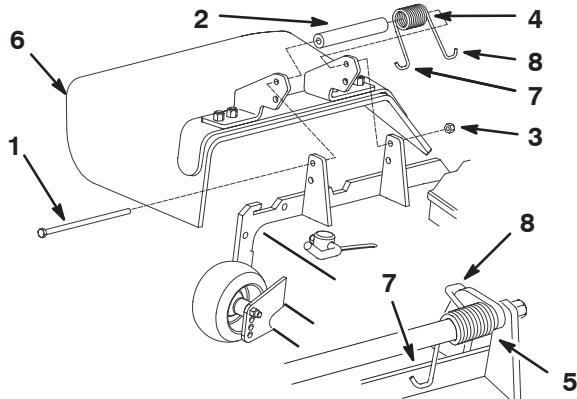

Figure 1
2. Mettez le boulon et l'écrou en place. Accrochez l'extrémité droite en J du ressort au déflecteur d'herbe (Fig. 1).
1. Placez une entretoise et un ressort entre les supports du déflecteur d'herbe (Fig. 1). L'extrémité gauche en J du ressort doit se trouver derrière le bord du plateau.
Remarque : Prenez soin de placer l'extrémité gauche en J du ressort derrière le bord du plateau avant de mettre le boulon en place, comme indiqué à la Figure 1.